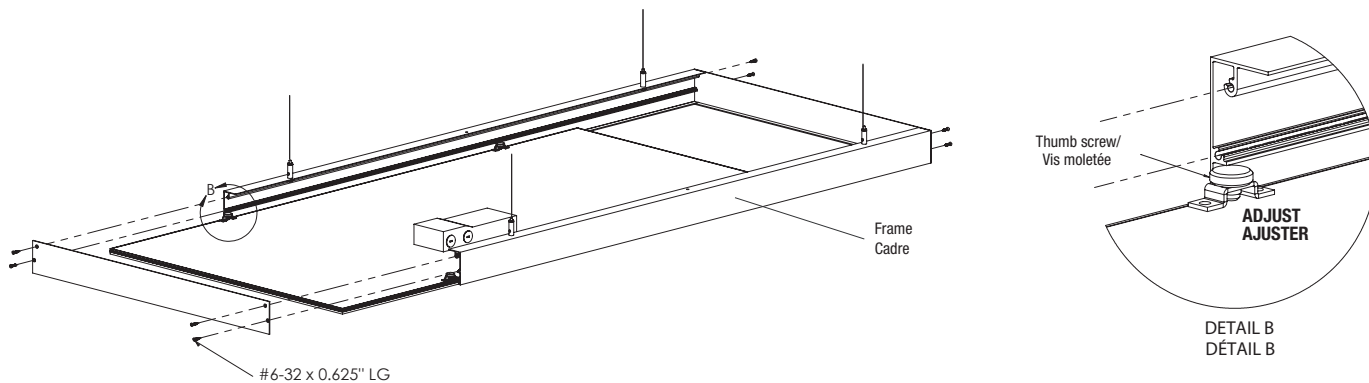

Fig. 2
2. Insert the panel light inside the mounting frame and use the four screws to close the frame (Fig. 2).
- NOTE:** Be sure the four thumb screws will be under the shoulder of the 4 ft frame side and the panel light is centred and locked by the thumb screws (Fig. 2 detail B).
2. Insérer le panneau lumineux dans le cadre de montage et utiliser les quatre vis pour fermer le cadre (Fig. 2).
- NOTE:** Assurez-vous que les vis moletées sont placés en dessous de l'épaulement du cadre latéral de 4 pieds, assurés-vous que le panneau lumineux soit centré et fixé par les vis moletés (voir Fig. 2 détail B).